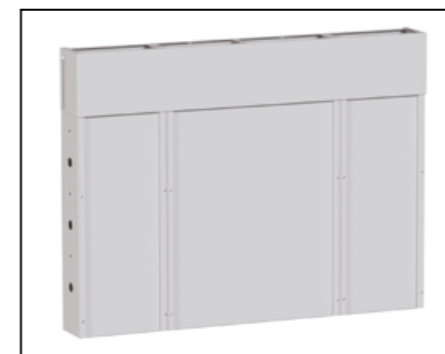

Рис. 78
- 4.1. Извлечь верхний модуль СБ [1] из упаковки (рис. 78).